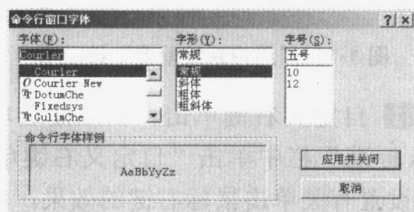

图 1-4 设置“命令行窗口字体”对话框
step 05 在“窗口元素”栏中单击“字体”按钮，弹出“命令行窗口字体”对话框，如图 1-4 所示。在此对话框中选取自己所需的显示于对话框的字体、字形、字号，然后单击“应用并关闭”按钮即可。